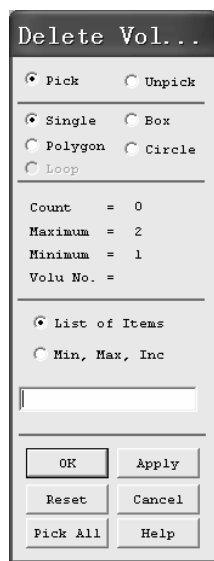
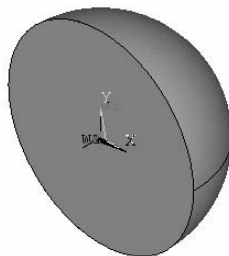

图 2-51 “Delete Vol...” 窗口
图 2-52 半个球体
(5) 依次选择 **Main Menu>Preprocessor>Delete>Volume and Below**，弹出“Delete Vol...”窗口（见图 2-51）。用鼠标左键单击离读者较近的一个半球体，再单击“OK”按钮，视图中只剩下半个球体（见图 2-52）。